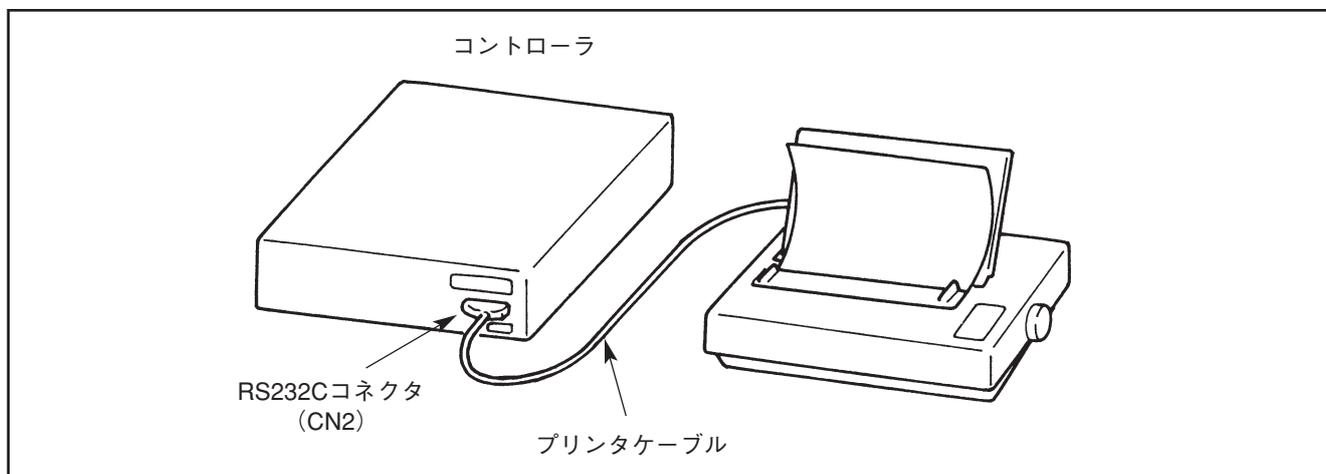

図4-8 プリンタの接続方法
- ①ロボットコントローラとプリンタの両方の電源が切れていることを確認してください。(ON状態の場合は、OFFにしてください。)
- ②図4-8のようにロボットコントローラの「RS232C」コネクタ(CN2)とプリンタをプリンタケーブルで接続します。(専用ケーブルはロボットコントローラ側とプリンタ側を間違えないようにしてください。)
- ③ロボットコントローラとプリンタの電源を入れ、準備完了となります。
- ④取り外しは、ロボットコントローラとプリンタの両方の電源を切ってから、ケーブルを取り外してください。